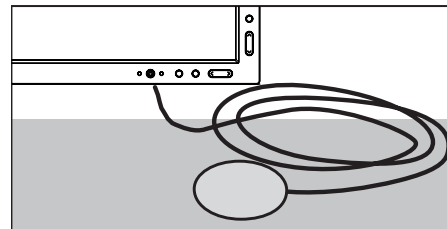

Figure S.2
3. Placez le capteur USB face vers le bas sur une surface opaque non réfléchissante (par exemple un bureau ou un tapis de souris) pour mesurer le niveau de noir (**Figure S.2**). Appuyez sur « SELECT ».